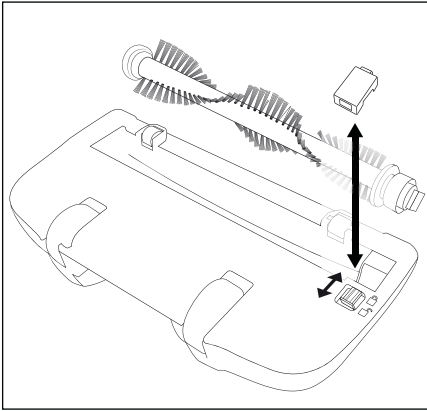

Fig. 5
- 2) Desplace el bloqueo de la placa de cobertura hacia el símbolo **1** y desmonte la placa de cobertura (fig. 5).
- 7) Vuelva a colocar la placa de cobertura hasta que quede bien fija. La placa de cobertura queda encastrada cuando el encastre se desplaza automáticamente hacia el símbolo **1** (fig. 5).